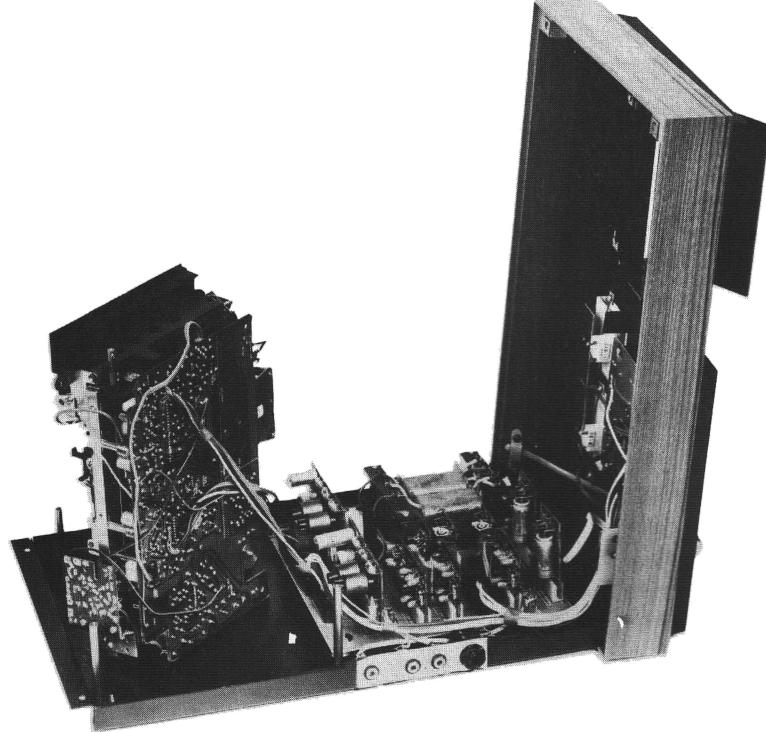

FIG. 5
3. Fatta tag i lådkanten och lyft upp överdelen, som kan ställas på kant delvis under underdelens fästfläns fig. 5.
6. Den mekaniska delen av bandspelaren kan urtagas genom att de fyra skruvarna (3) fig. 3 borttages. Efter detta kan det mek. chassit med sitt kretskort lyftas upp och sättas ned på kant på apparatens bottenplåt. Apparaten är körlar även i detta läge, varför mätningar och dylikt kan företagas om alla kretskorten finns på sina platser. (Serviceläge se fig 5).